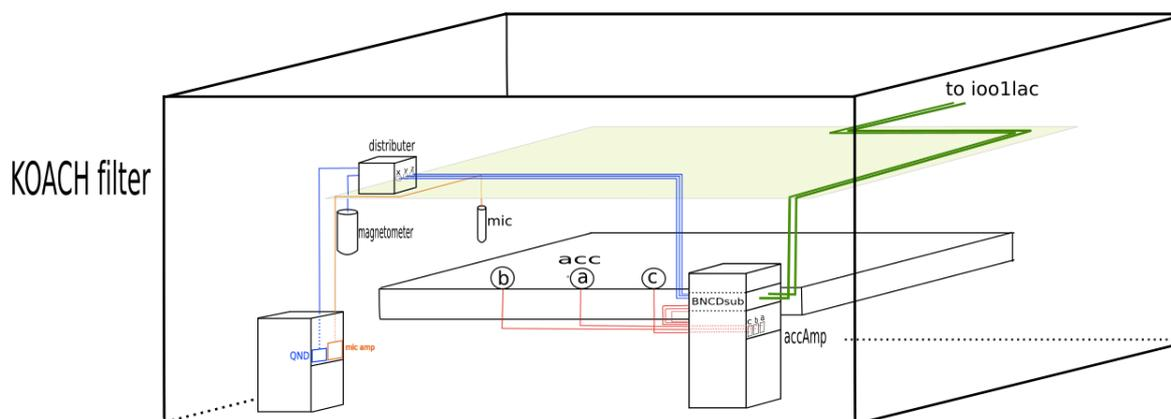

図 1 PSL ルーム内の配線の概略
加速度計、アンプの設置図の概略は図 1 のとおり。
Distributor へ接続。Distributor からは x,y,z 軸のケーブルが計 3 本出ている。磁束計の x,y,z 軸をそれぞれ Mag x, Mag y, Mag z と呼ぶことにする。配線の様子は先の図 1 の通りである。Distributor は天井のケーブルラックに置き (図 6)、電源は図 1 中の左端のラックに設置した。Distributor から BNC-Dsub Converter までの配線の様子は図 7 に示す。
- 磁束計の具体的な固定方法を考え、図 1 中右側のラック付近に設置 (LIGO のやり方を参考にするか?)